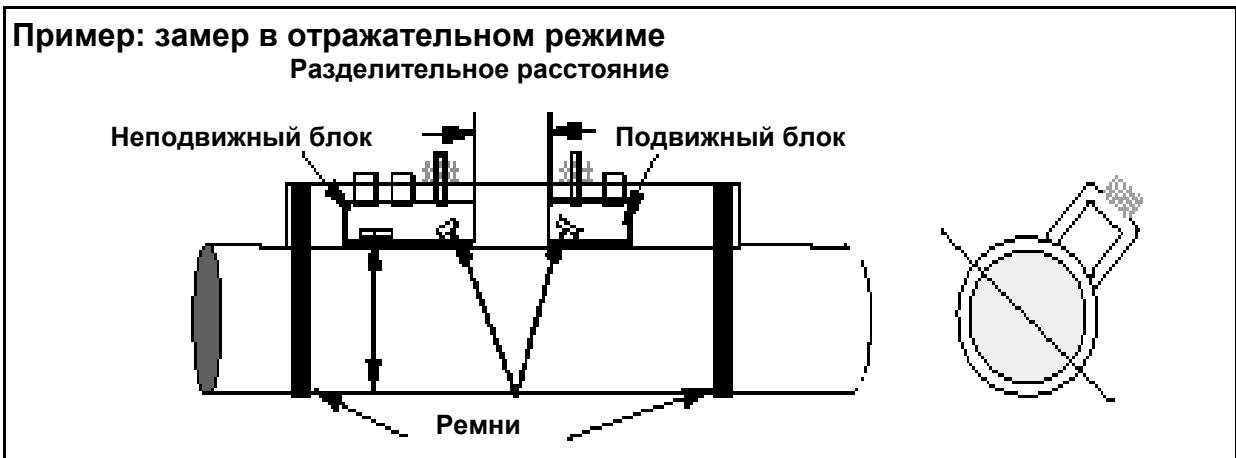

Рисунок 3.
- Нажмите ENTER. На индикацию выводится при этом разделительное расстояние в мм. Заданное расстояние можно установить, сдвигая подвижный блок по трубе до тех пор, пока передняя кромка не станет на нужном расстоянии (см. рисунок 3). Вращайте ручку против часовой стрелки, пока датчик жестко не закрепится на трубе.